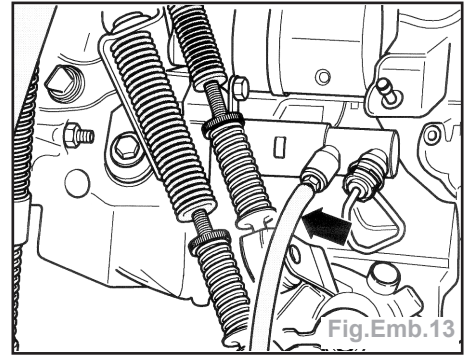

Fig.Emb.13
- Brancher la Durit du reniflard sur le cylindre récepteur flèche et ouvrir la valve du reniflard (Fig.Emb.13).